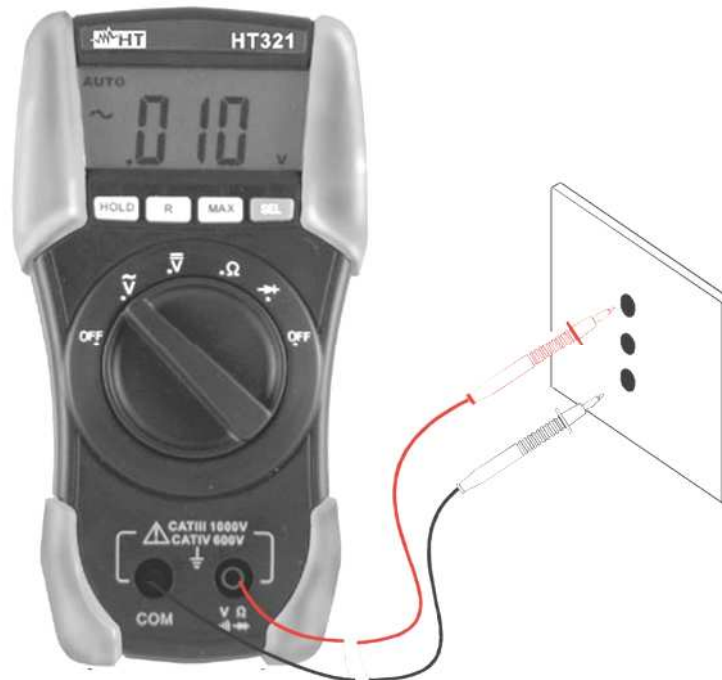

Abb. 3: AC-Spannungsmessung
2. Verbinden Sie die Messleitungen wie folgt: die rote Messleitung in **VΩ** (für HT321) / **VΩ** (für HT322) und die schwarze Messleitung in (s. Abb. 3).